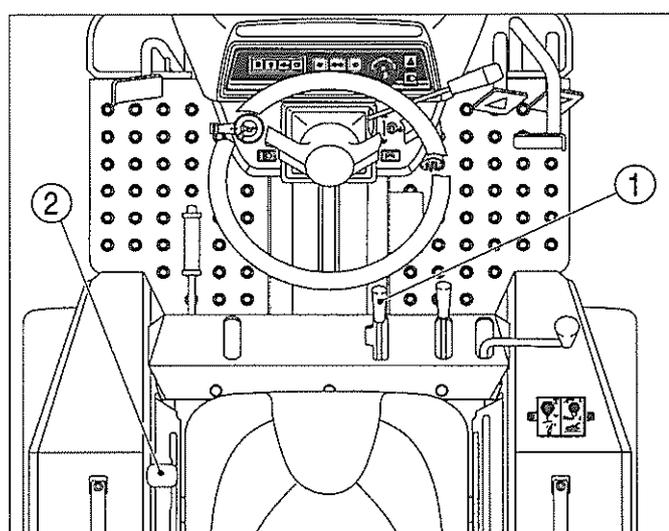

FIG. 14 / ABB. 14 / FIG. 14
**NOTE:** FIG.14: L'interrupteur de prise de force (Fig.13) doit être utilisé en combinaison avec le levier de commande de sélection de prise de force arrière (1) ou le levier de commande de sélection de prise de force ventrale (2) lorsqu'une prise de force est utilisée. Voir le chapitre Fonctionnement dans ce manuel pour plus de détails.